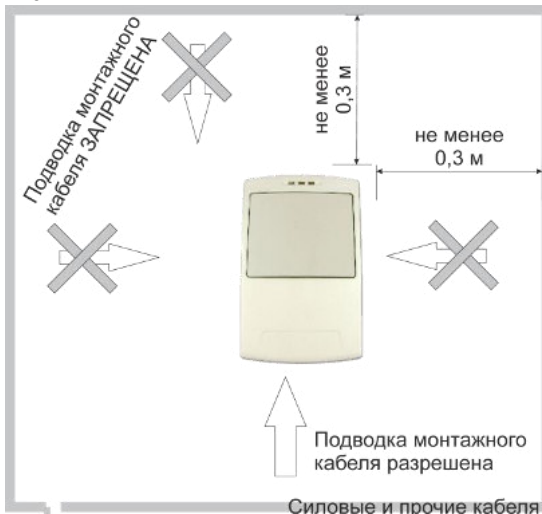

Рис.4. Установка базового блока.
4. Подводка монтажных кабелей к базовому блоку прибора должна идти снизу – см. Рис. 4.